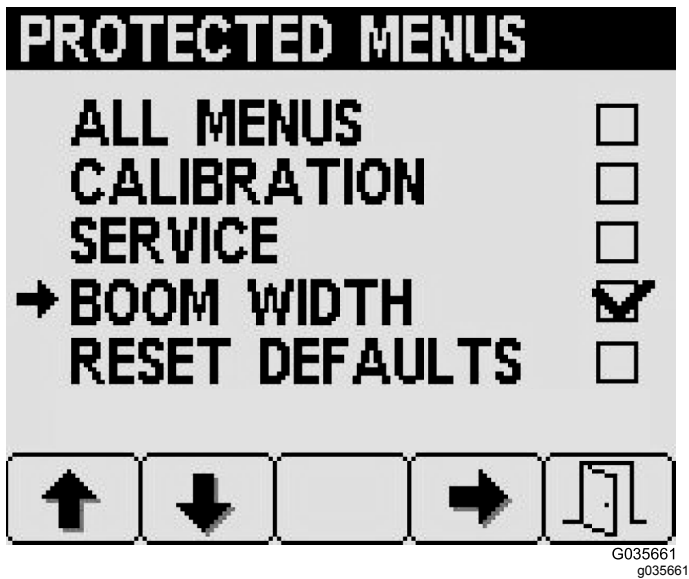

図 28
- ボタン 4 を押してその設定を選択または選択解除する 図 28。